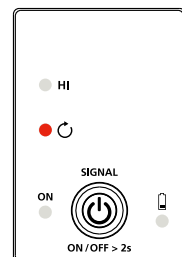

Abbildung 4.12b: Senderanzeige zeigt Signal im Signalmodus Schleife
2. Drücken Sie zur Auswahl des Signalmodus Schleife am Sender kurz die Ein/Austaste (rote Schleife-LED leuchtet auf). Der Zange-Modus erzeugt ein verstärktes 6 kHz-Signal zur Signalverfolgung unter schwierigen Bedingungen. Der in Abbildung 4.12b gezeigte Darstellung sollte am Sender angezeigt werden.